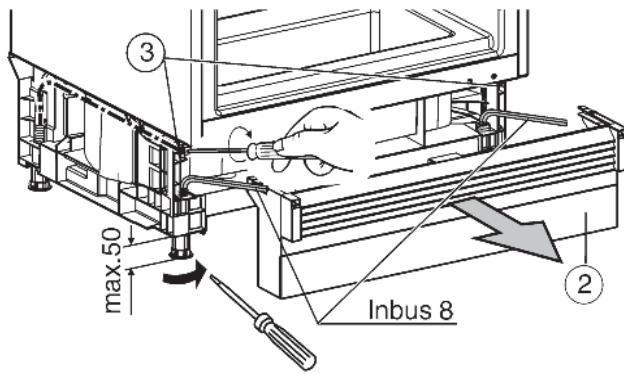

Fig. 12
- ▶ Mettre l'appareil de niveau à l'aide des pieds réglables : régler les pieds réglables arrière à l'aide des vis Fig. 12 (3). Dévisser les pieds avant réglables avec un tournevis, utiliser une clé six pans 8 mm pour les pieds réglables vissés. L'appareil doit être calé entre le sol et le plan de travail de la niche.